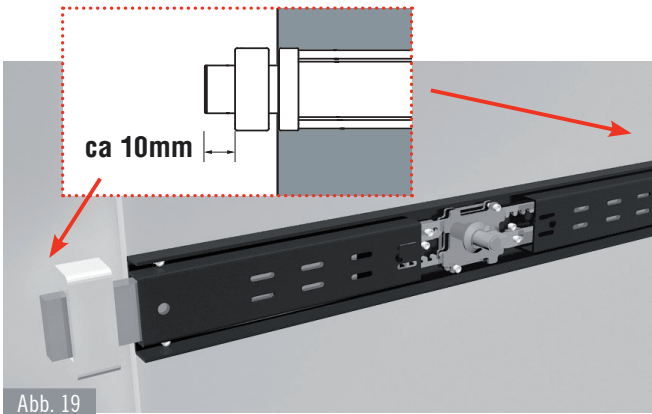

Abb. 19
- Die Riegel sollten mindestens 10mm durch die Schließkloben greifen (Abb. 19)